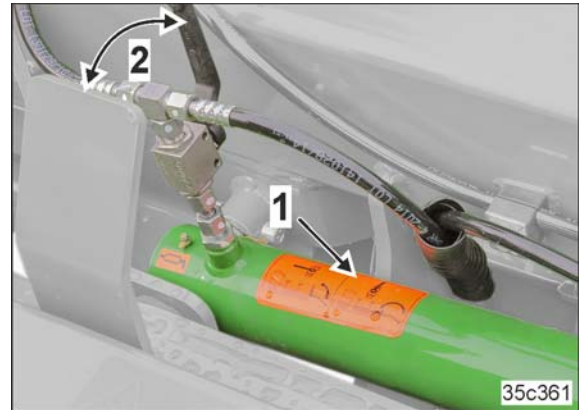
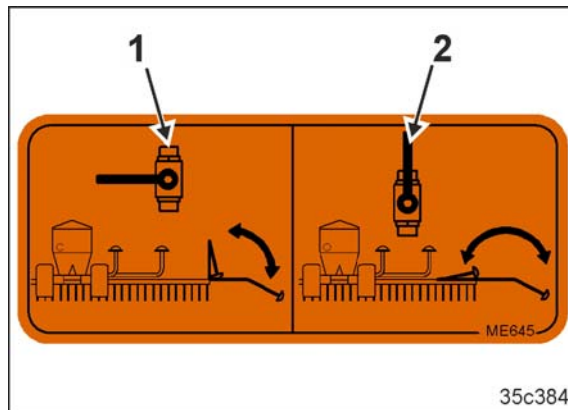

Fig. 235
Fig. 237
Der Ventilhebel (Fig. 235/2) dient zur Voreinstellung des gewünschten Spuranreißerwechsels (Fig. 235/1).
1. Der Ventilhebel (Fig. 235/2) steht in Stellung 1 (Fig. 237/1)
3. Der Ventilhebel (Fig. 235/2) steht in Stellung 2 (Fig. 237/2)
1. Beide Ventilhebel (Fig. 235/2) stehen in Stellung 2 (Fig. 237/2).